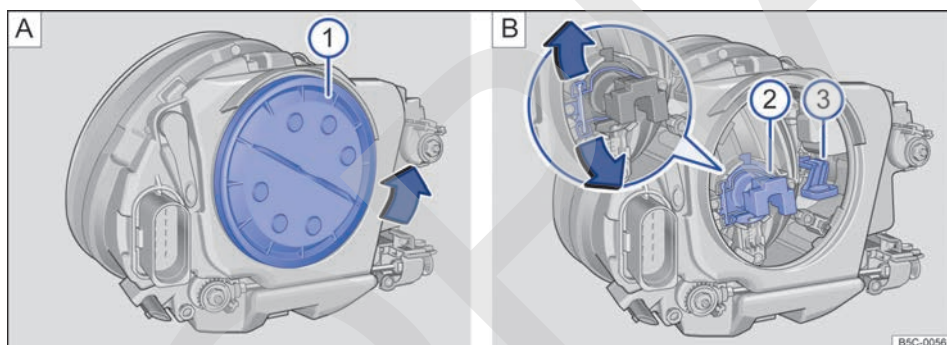
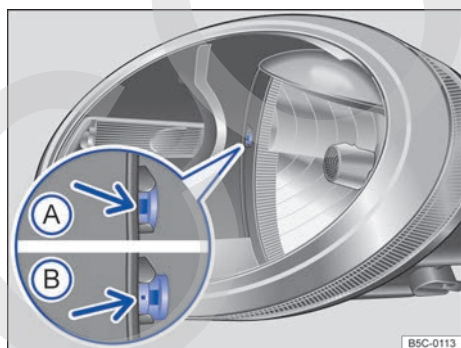

Fig. 143 En el vano motor: ① tapa del faro izquierdo, ② luz de cruce y luz de carretera, ③ luz de posición y luz de conducción diurna.
Fig. 144 En el faro delantero: portalámparas para luz de posición/luz de circulación diurna.
→ fig. 143 y → fig. 144
- ① Tenga en cuenta la lista de comprobación y lleve a cabo las operaciones descritas en ella → pág. 176.
- ② Abra el capó del motor ⚠ → pág. 192.
- ③ Desmonte el faro correspondiente → pág. 176.
- ④ Gire la tapa de plástico → fig. 143 A ① en el sentido contrario al de las agujas del reloj (flecha) y retírela.
- ⑤ **Luz de cruce y luz de carretera:** Desacople el conector → fig. 143 B ②.
**Luz de posición y luz de conducción diurna:** Extraiga el portalámparas → fig. 143 B ③ junto con la lámpara hacia atrás. ▶
- ⑥ **Luz de cruce y luz de carretera:** Presione los estribos → fig. 143 [B] hacia delante y hacia un lado (flechas).
- ⑦ **Luz de cruce y luz de carretera:** Pliegue los estribos y extraiga la lámpara.
- ⑧ Sustituya la lámpara averiada por otra nueva del mismo tipo.
- ⑨ **Luz de cruce y luz de carretera:** Coloque la lámpara en el faro y pliegue los estribos → fig. 143 [B].
**Luz de posición y luz de conducción diurna:** Coloque el portalámparas en el faro y presiónelo hacia dentro por completo. El portalámparas tiene que encastrar de forma audible y el rebaje tiene que quedar enrasado con la carcasa → fig. 144 (flecha A). La marca ya no deberá verse → fig. 144 (flecha B).
- ⑩ **Luz de cruce y luz de carretera:** Bloquee los estribos → fig. 143 [B] en el sentido contrario al de la flecha correspondiente. Compruebe la fijación correcta tirando levemente.
- ⑪ Coloque la tapa de plástico → fig. 143 [A] ① en el faro y gírela en el sentido de las agujas del reloj (en el sentido contrario al de la flecha), hasta el tope.
- ⑫ Monte el faro → pág. 178.